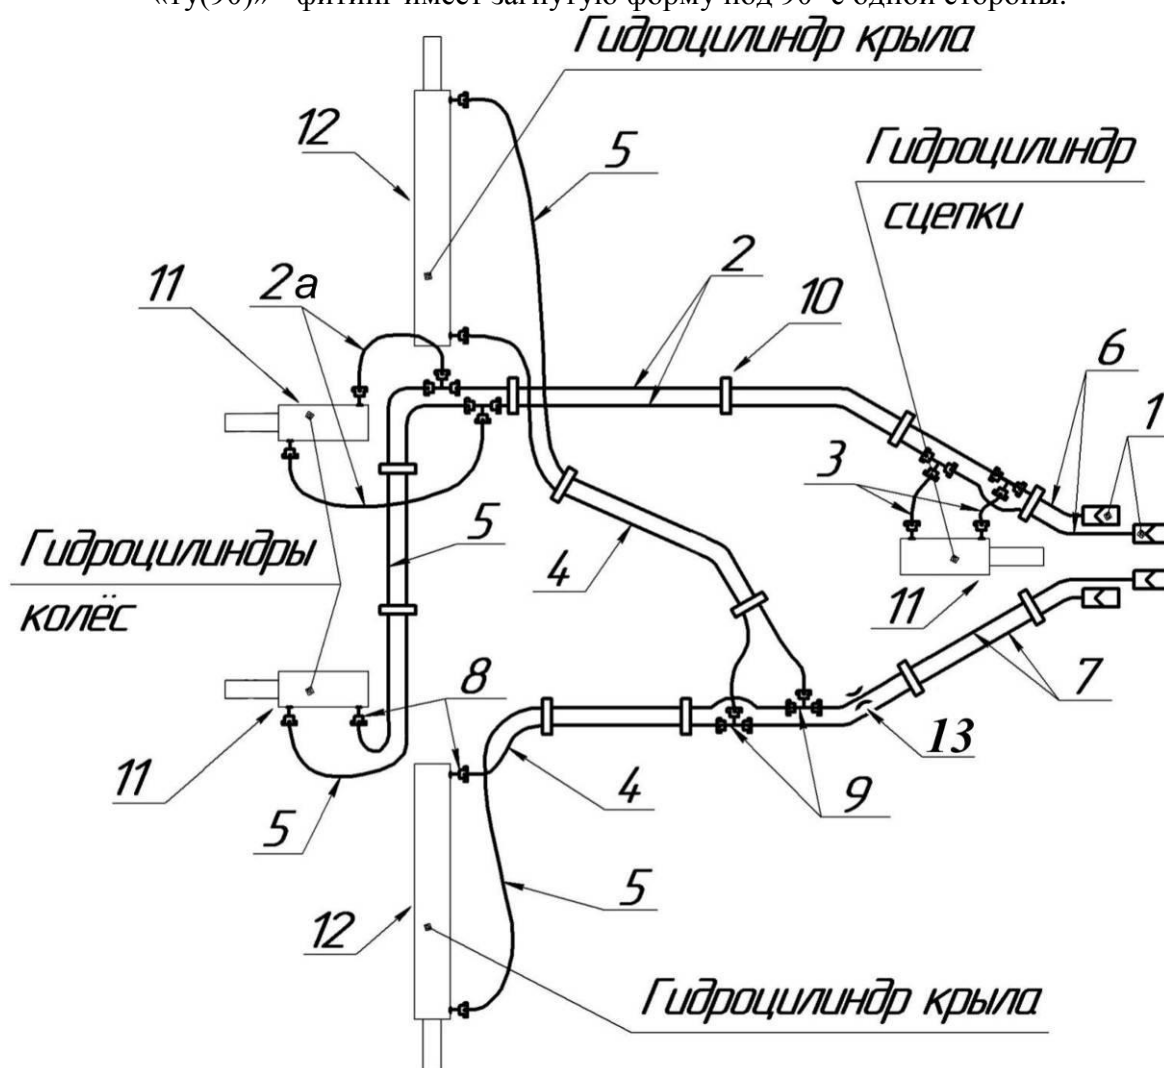

Рис. 4.6.1. Компоненты гидросистемы дисковой бороны «Агродиск»
4.6.1. Установите узлы и детали гидросистемы бороны дисковой в соответствии с рис. 4.6.1. Номера узлов и деталей см. в табл.4.6.1 и на бирках.